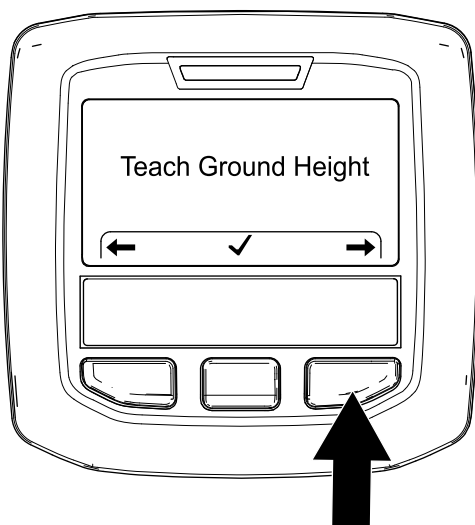

Figura 46
2. Apăsai butonul InfoCenter din dreapta de două ori pentru a afia ecranul Calibrating the Tine Ground Height (Calibrare înălțime la sol dinte) (Figura 46).